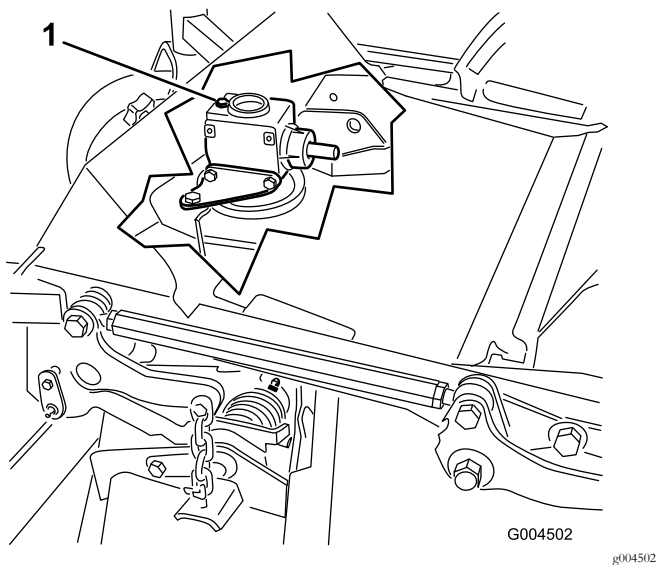

図 34
6. ギアボックスの上部についているディップスティック兼給油プラグを取り、オイルの量が、ディップスティックについている2本のマークの間にあることを確認する 図 34。
6. ギアボックスの上部についているディップスティック兼給油プラグ(図 34)を取る。